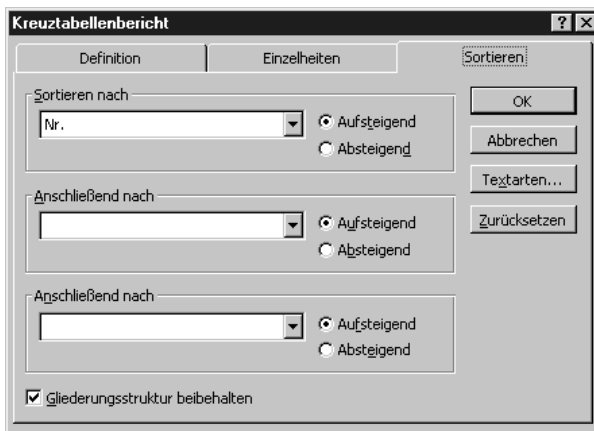

Abbildung 17.9:
5. Wählen Sie im Dialogfeld den Reiter SORTIEREN (siehe Abbildung 17.9).